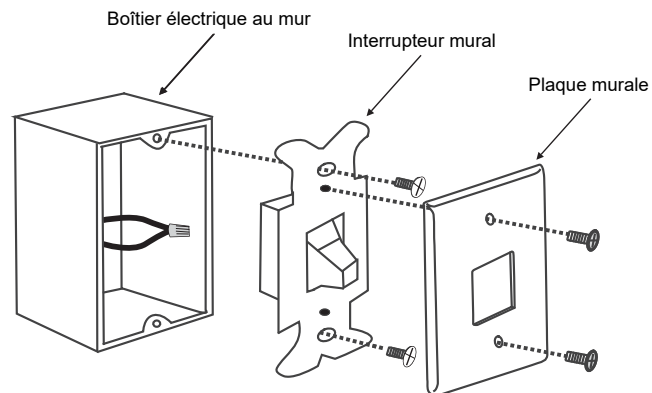

Fig. 22
**Étape 1.** Retirer la plaque et l'interrupteur muraux existants du boîtier mural existant. Déconnecter les fils de l'interrupteur. À l'aide d'un connecteur de fils, connecter les fils NOIRS ensemble (courant), et replacer les fils à l'intérieur du boîtier électrique (**Fig. 22**); ou choisir un nouvel emplacement pour un nouveau boîtier électrique mural.